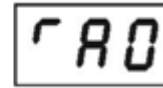

图10
(6) 显示图 10：为选择阀门最大开度，范围为 30~100%（100%显示 A0），表示最大输入信号对